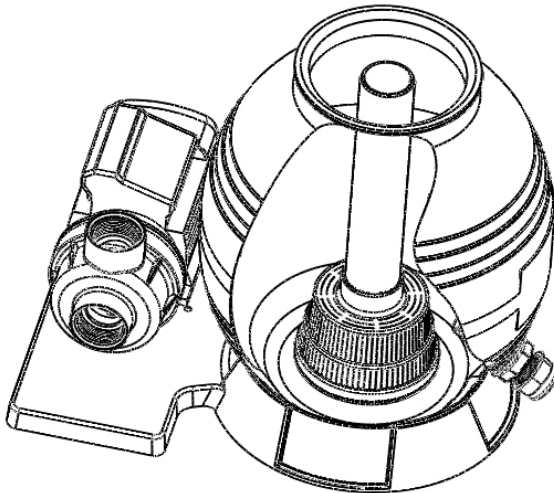

Abb. 3
3. Drücken Sie die Sandfilterbehälter auf die Grundplatte und drehen sie ihn so, dass die Ablassöffnung des Filterbehälters nach außen (Abb. 3) zeigt.